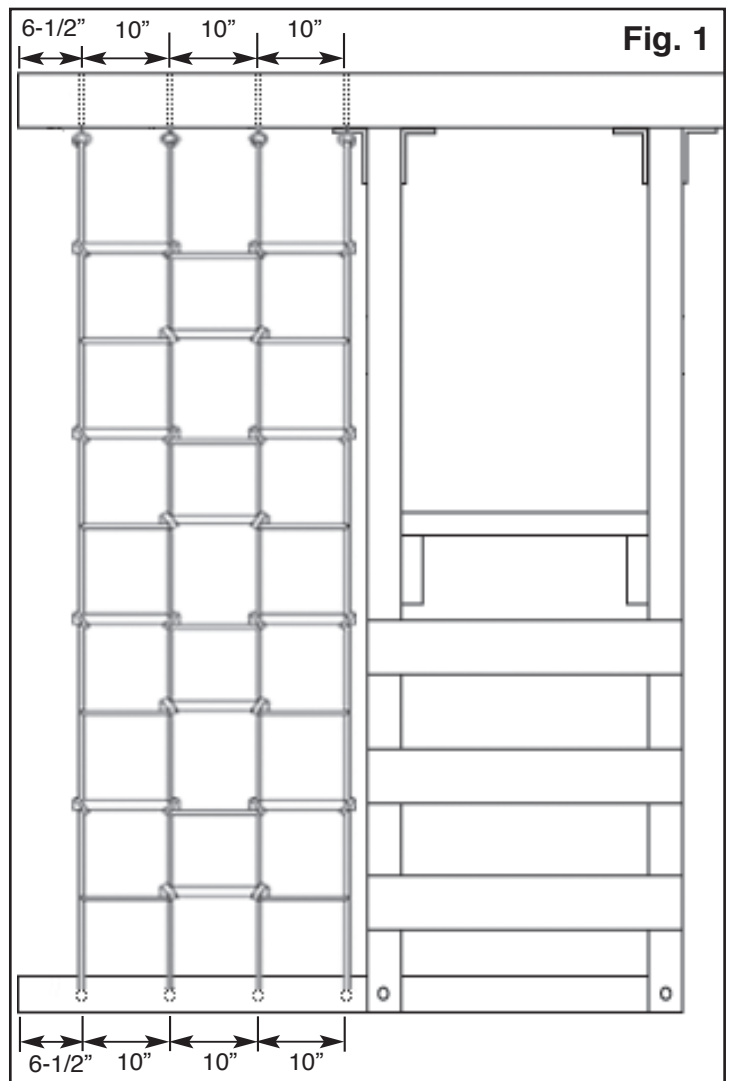

Fig. 1
2. Percer quatre trous de 5/16 po sur le dessus de la poutre comme le montre la figure 1. Percer quatre trous de 3/8 po dans la base comme le montre la figure 1.